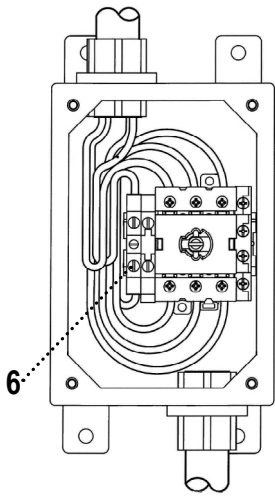

Fig. M-4
- Antes de taladrar los orificios para los conductos, retirar el interruptor tirando de la pestaña de desenganche (Ver Fig. M-5). Retirar también los cables de interconexión de tierra y neutro aflojando suficientemente los tornillos centrales. (Ver Fig. M-4 y M-5).
- Para la alimentación por detrás o por entradas dobles de conductos, ver la sección B y Fig. M-4 y M-5 para las instrucciones.
- Si se requiere, usar **ÚNICAMENTE** un respiradero de drenaje homologado/certificado para aplicaciones Tipo 4X y Tipo 12 tales como HLS Tipo Be.20.S.N.T. Perforar o taladrar un orificio de 20,2 mm de diámetro en el punto señalado para taladrar a través de la pared inferior de la caja (Ver Fig. M-4).